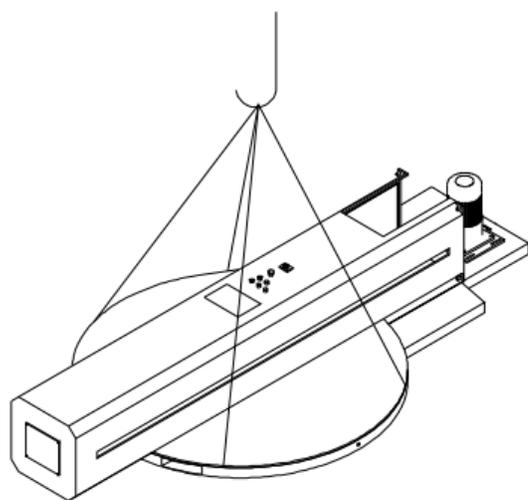
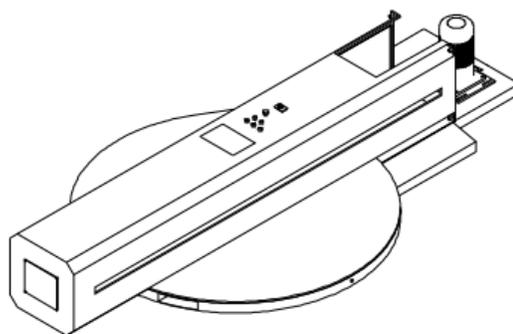

Рис. 2-8
Рис.2-9
1. С помощью крана или вилочного автопогрузчика выньте машину из упаковки и разместите ее в горизонтальном положении в месте назначения. См. Рис. 2-8 и Рис. 2-9.